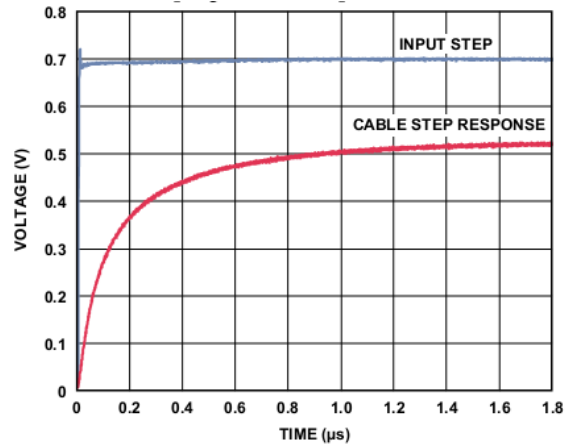
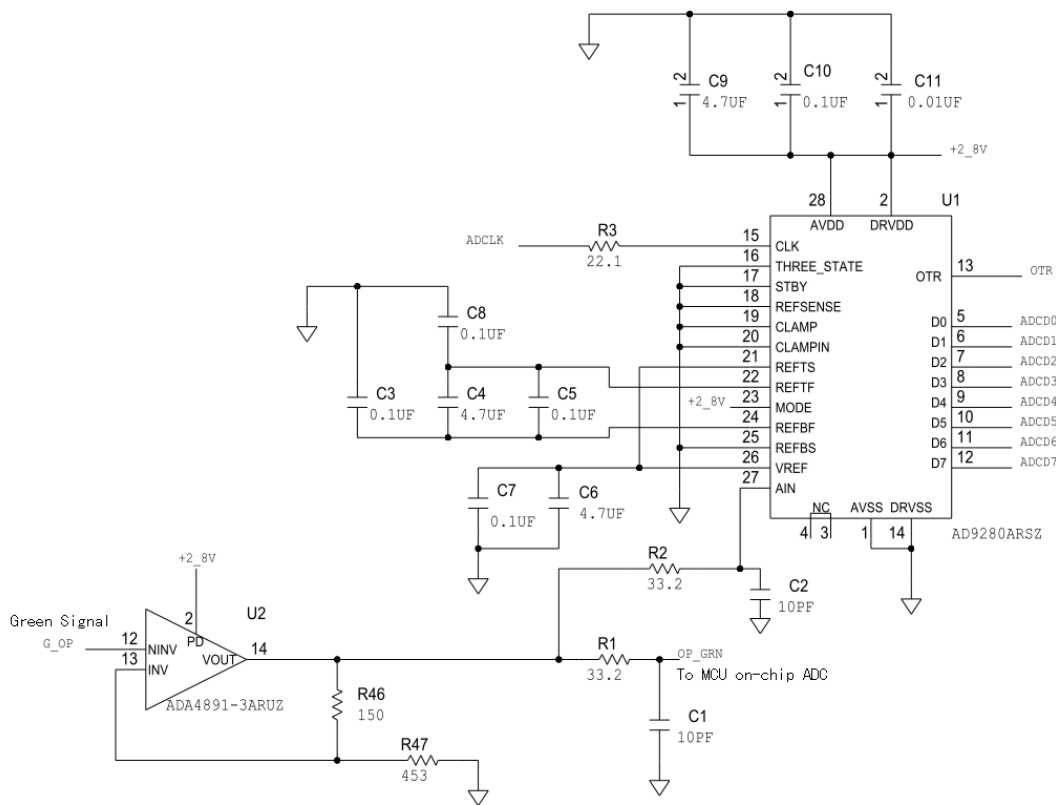

图 10 300 米长 Cat-5e 传输线的典型阶跃响应
图 11 用于 EQ 均衡补偿的高速采样电路
- c) AD8122 用于 EQ 均衡补偿。由于在长距离传输过程中, 信号的衰减情况可以通过传输线的阶跃响应来考量, 如图 10 所示。所以, 在接收端检测接收到的 TP 信号即可代表整体视频信号的衰减情况。本设计中使用 AD9280 高速 ADC 对 Green 信号中的 TP 脉冲进行采样, 硬件设计如图 11 所示。